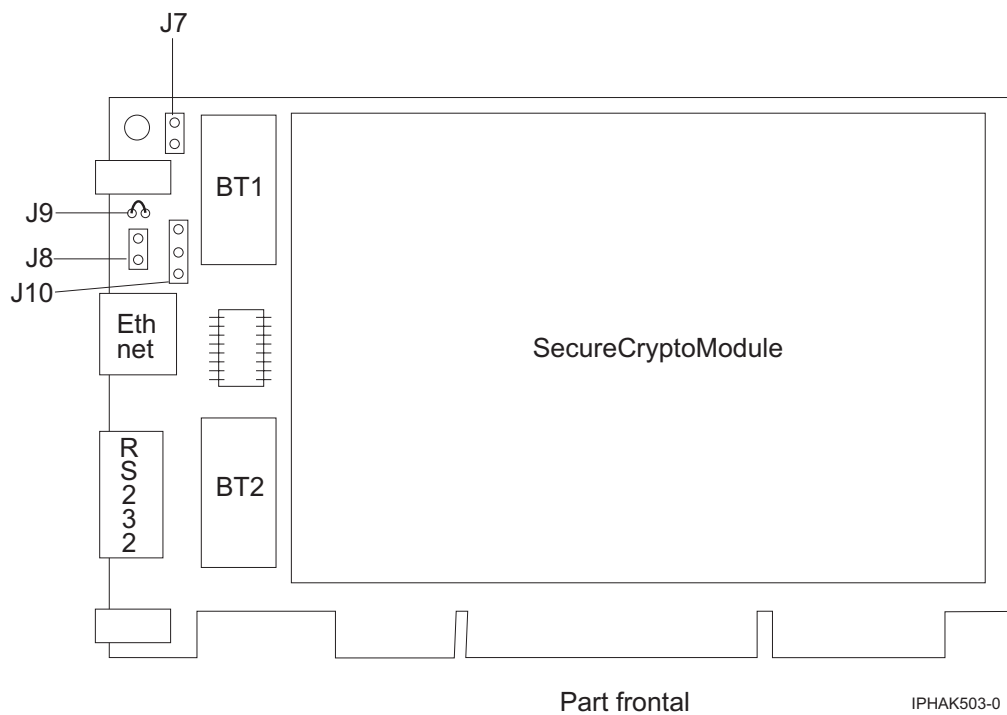

Figura 47. Part frontal de l'adaptador
6. Inserir una de les bateries noves a la safata proporcionada amb el kit. Alineu el + en la bateria amb el + que apareix en la safata (al final amb el cable vermell). Connecteu els cables de la safata al connector J10 situat a prop del port sèrie RS-232, com es mostra en Figura 47 a la pàgina 178. El connector està polaritzat per assegurar la seva correcta connexió.